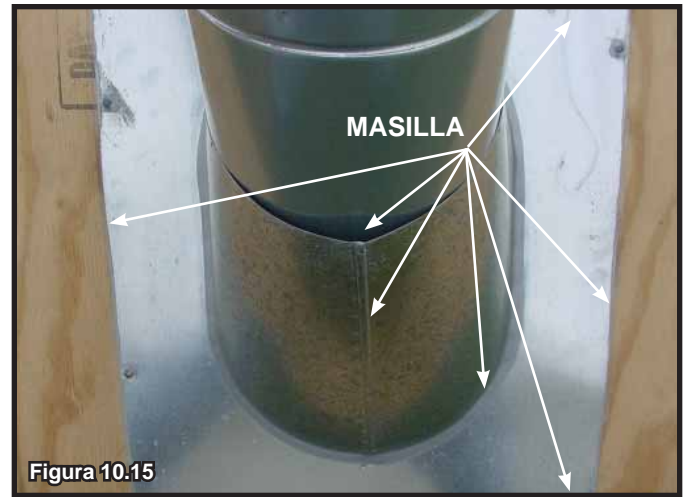

Figura 10.15
- Deslice el tapajuntas para techos sobre las secciones de tubo que se extienden por arriba del techo como se muestra en la Figura 10.15.
- Aplique masilla en el perímetro del tapajuntas en hace contacto con el techo. Consulte la Figura 10.15.